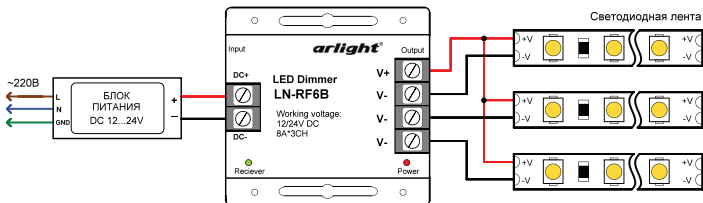

Рис.1. Схема подключения.
- 3.3. Подключите светодиодную ленту или другой светодиодный источник света к выходу OUTPUT диммера, соблюдая полярность (см. Рис.1).